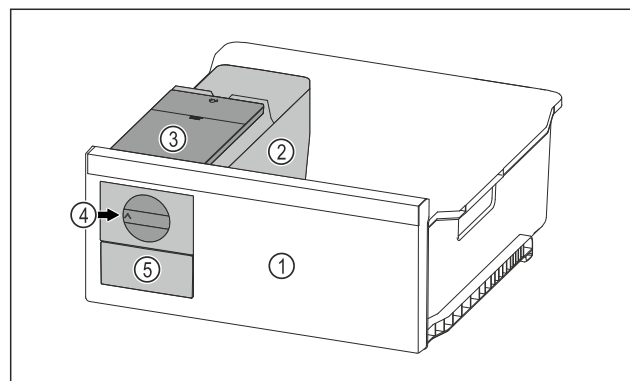

Fig. 146 Beispielhafte Darstellung
- Drehknopf Fig. 146 (4) im Uhrzeigersinn bis zum Anschlag drehen.
- ▷ Eiskwürfel fallen aus der Eiskwürfelschale in das Eiskwürfelschubfach Fig. 146 (5).